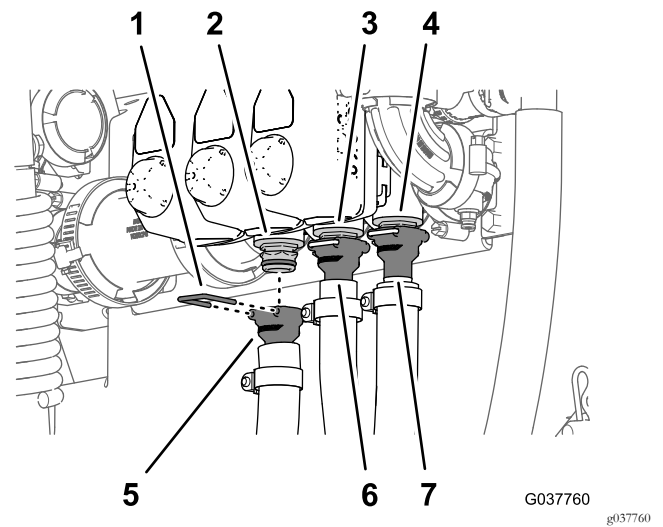

Figure 84
3. Fixez le raccord cannelé droit au raccord rapide à l'aide de l'étrier fourni avec le flexible (Figure 84).
2. Assemblez le raccord cannelé droit du flexible d'alimentation au raccord rapide de la vanne de section de rampe gauche (Figure 84).